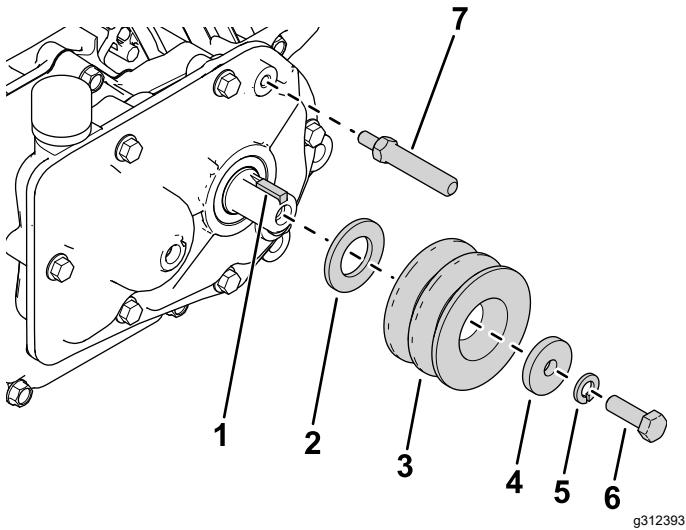

Figura 2
2. Instale a chave quadrada no eixo de saída (Figura 2).
3. Instale a nova anilha (M20), polia da transmissão, anilha (5/16 pol.), anilha de bloqueio e parafuso (5/16 pol. x 1 pol.) como se mostra na **Figura 2**.
4. Instale o eixo da articulação da tração na caixa de velocidades (**Figura 2**).